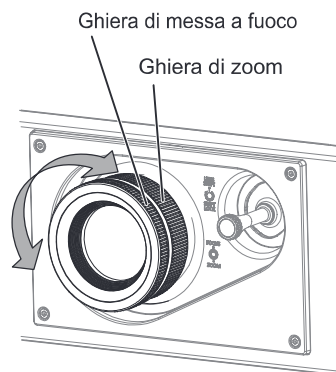

Fig. 2
**5) Regolare lo zoom e la messa a fuoco. (Fig. 2)**